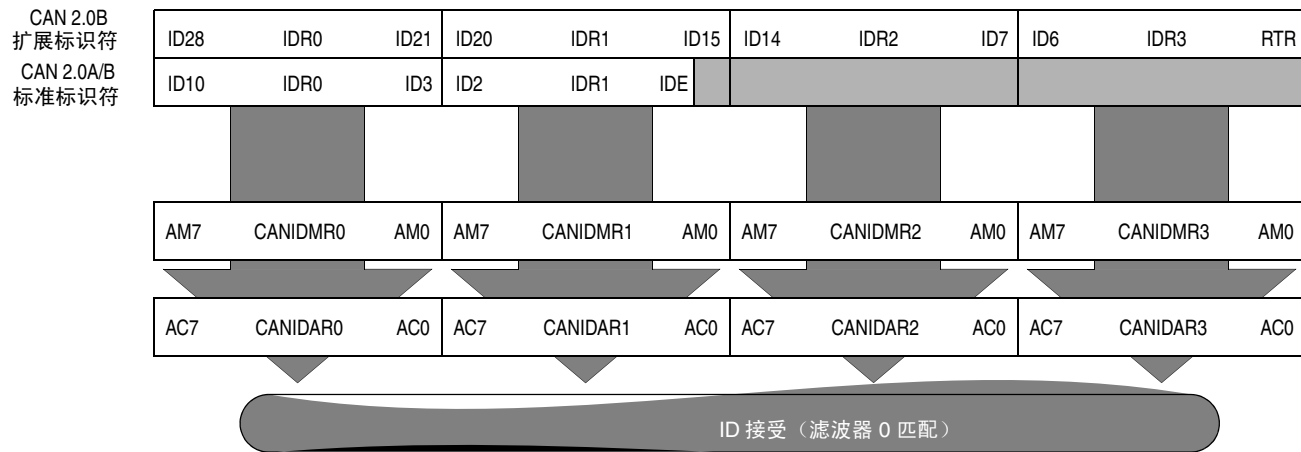

图 12-39. 32 位可屏蔽标识符接收滤波器
- 标准标识符的 11 位，加上 CAN 2.0A/B 报文的 RTR 和 IDE 位1。这种模式为符合 CAN 2.0B 标准的长扩展标识符提供两个滤波器。图 12-39 显示第一个 32 位滤波器页（CANIDAR0 - CANIDAR3、CANIDMR0 - CANIDMR3）如何产生滤波器 0 匹配。同样，第二个滤波器页（CANIDAR4 - CANIDAR7、CANIDMR4 - CANIDMR7）产生滤波器 1 匹配。